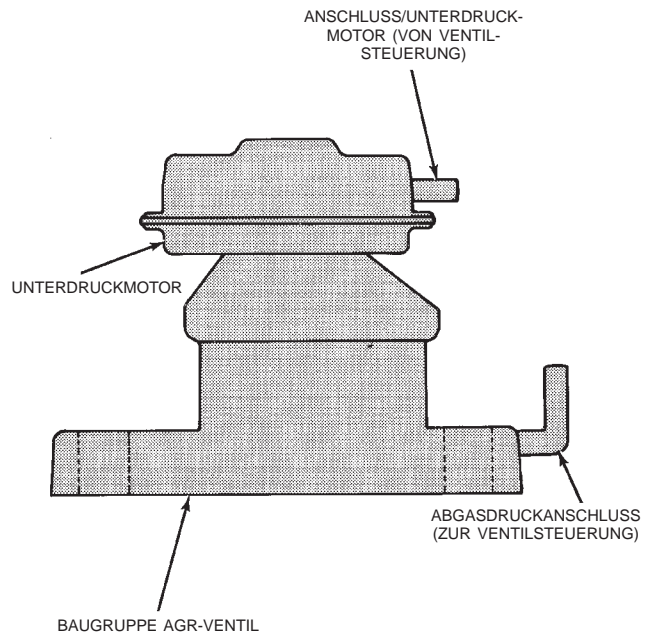

Abb. 6 AGR-Ventil, Typisches Beispiel
(1) Alle Motorversionen sind mit zwei Anschlüssen am AGR-Ventil ausgerüstet (Abb. 6). Der obere Anschluß (am Unterdruckmotor) versorgt eine Membran im AGR-Ventil mit Unterdruck zur Betätigung des Ventils. Der untere Anschluß (unten am AGR-Ventil) dient dazu, die Steuerung des AGR-Ventils mit Abgasdruck aus der Auspuffanlage zu versorgen.
(2) Den Gummischlauch vom Anschluß am Unterdruckmotor (Abb. 6) an der Oberseite des Unterdruckmotors des AGR-Ventils abziehen.
(3) An diesem Anschluß eine handbetätigte Unterdruckpumpe anschließen.
(4) Den Motor anlassen.